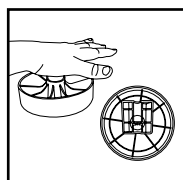

FIGURE 10
13. Placer la roue assemblée sur une surface plane dure. Exercer une pression pour maintenir l'assemblage **FIGURE 10.**